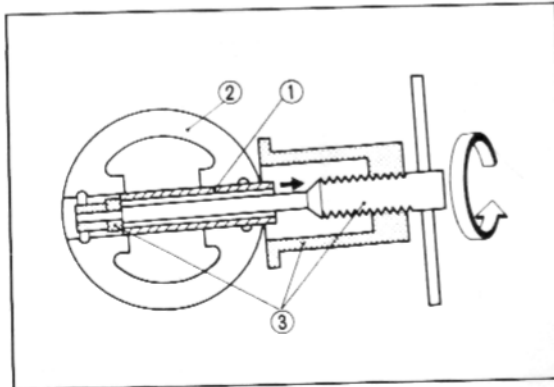

Bild 144
- Kolbenbolzen von Hand herausdrücken. Falls schwergängig, handelsüblichen Bolzenausdrücker verwenden. Siehe Bild 144.